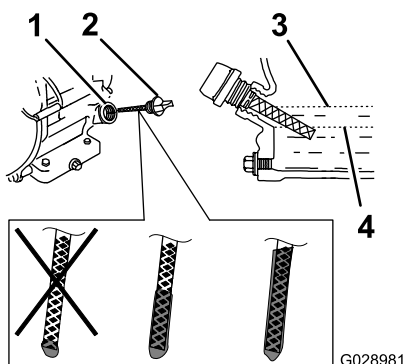

Figure 41
6. Sortez la jauge (Figure 41) et versez lentement de l'huile par l'orifice de remplissage jusqu'à ce qu'elle atteigne le repère supérieur (bord inférieur de l'orifice de remplissage) sur la jauge.